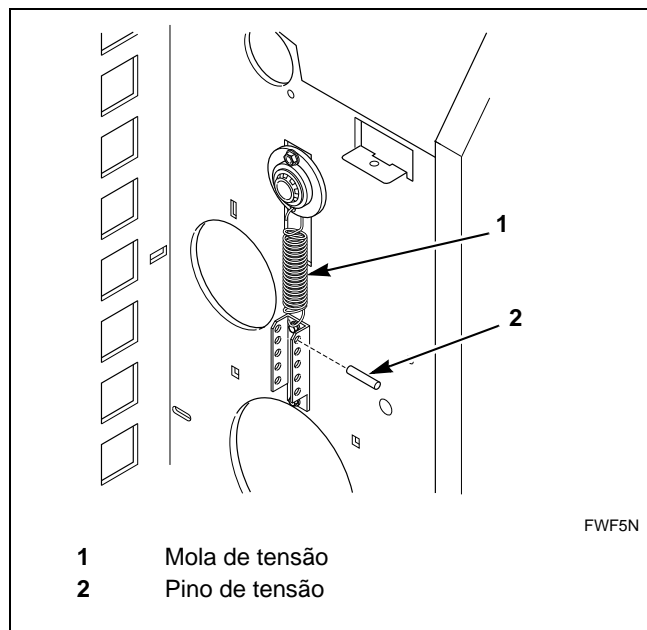

Figura 30
4. Solte a mola de tensão da correia de retorno do pino de tensão de cada lado da passadeira. Consulte *Figura 30*.